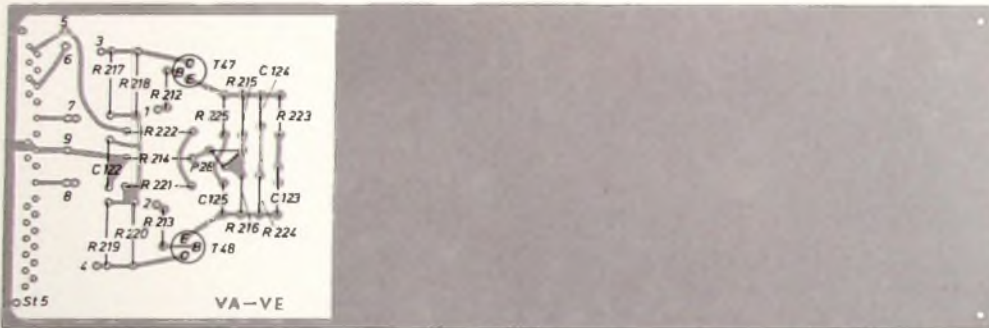

Bild 26 Bestückungsplan für die Printplatte VA-VE
Die Printplatte VA-VE (Bild 26) hat die Abmessungen 102 mm × 300 mm. Sie trägt nur einen Teil der Bauelemente der Vertikal-Endstufe, da die Transistoren T 49 und T 50 auf einem Kühlkörper sitzen, der die Printplatten VV und VE mechanisch verbindet. Der größte Teil dieser Printplatte bleibt ungenutzt, da dieser Platz später für eine Zweikanalversion zur Verfügung stehen soll, wobei die Endstufe praktisch unverändert erhalten bleiben kann. Um die Auskoppelung zur Bildröhre (D 3, D 4) möglichst wenig kapazitiv zu belasten, werden die Stifte 9, 11, 17 und 19 der Steckerleiste St 5 auf der Lötseite wie auf der Steckerseite ausgebrochen. Die neben diesen Punkten liegenden Anschlüsse bleiben auf der Printplatte wie auch auf der gedruckten Verdrahtung (GV) unbeschaltet. Wird für P 28 ein anderes Trimpotentiometer als in der Stückliste angegeben verwendet, ist auf ausreichende Belastungsfähigkeit des Ersatztyps zu achten. Die Transistoren T 47 und T 48 erhalten Kühlsterne. Die ganz außen in den Ecken der Frontplattenseite liegenden Bohrungen haben einen Durchmesser von 3,5 mm und dienen zum Durchführen von M-3-Schrauben, mit denen die Frontplatte an der Printplatte befestigt wird. (Fortsetzung folgt)